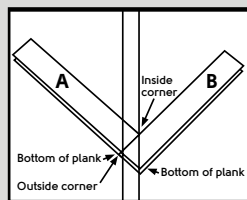

Fig. 5
5. Voici l'angle de départ. Note : Des cales de 5 mm doivent être utilisées contre tous les murs et les piliers verticaux. (Figure 5).
6. Alignez le bord du coin extérieur de la lame « A » avec le coin intérieur de la lame B sur la ligne opposée (Figure 5).